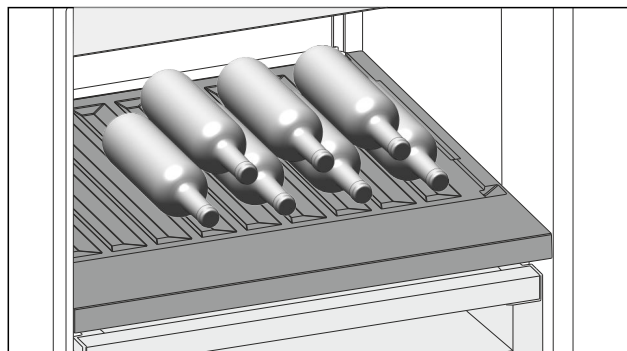

Fig. 139
- Inserire le bottiglie con il fondo rivolto verso la parte posteriore. (vedere Fig. 139)